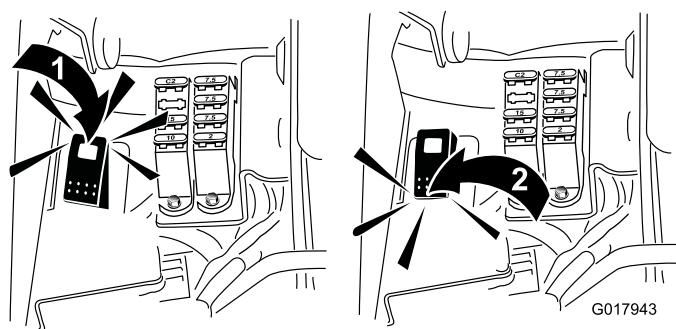

Figura 53
5. Rode a alavanca de retificação para a posição “R” (Figura 53).